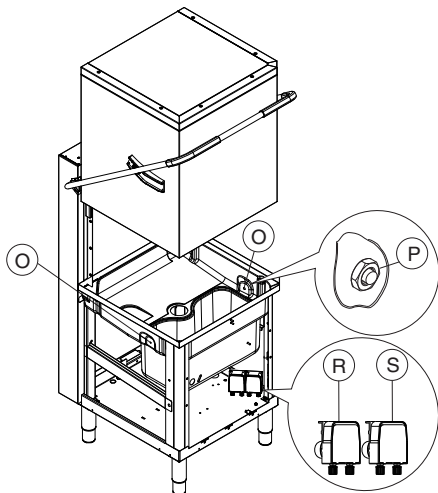

Figura 16 Preparación de los dosificadores automáticos
1. Lavavajillas con dosificador de detergente incorporado (Figura 16).
2. Lavavajillas con dosificador de abrillantador incorporado (Figura 16).
Preajuste para dosificador automático de detergente (Figura 16)